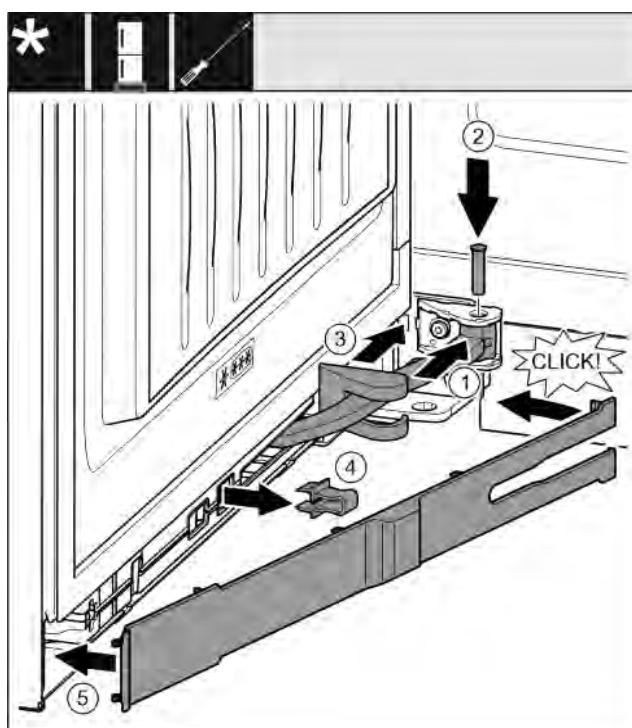

Fig. 37
- ▶ Поверните шарнир в навеске. Fig. 37 (1)
- С помощью отвертки T15 вставьте палец в навеску и шарнир. При этом следите за тем, чтобы выступ фиксатора занимал правильное положение в пазу. Fig. 37 (2)
- Переместите крышку опорного кронштейна вдоль шарнира и установите над навеской. Fig. 37 (3)
- Снимите предохранитель. Fig. 37 (4)
- Установите накладку со стороны ручки и поверните. Fig. 37 (5)